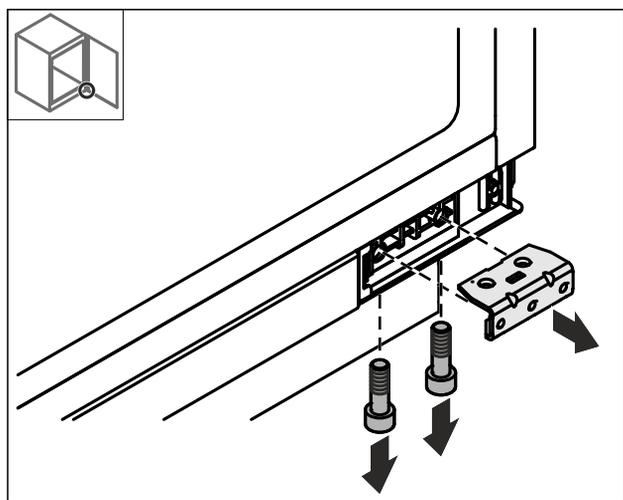

図24
- 図24で取り外した下部ブラケットを反対側に差し込み、ネジで固定します。